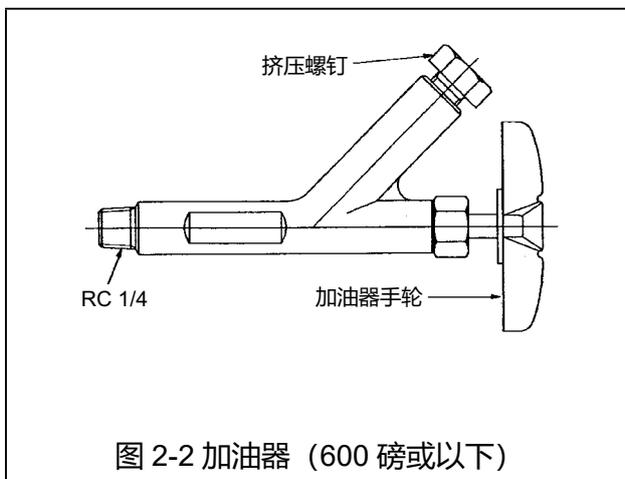

图 2-2 加油器 (600 磅或以下)
- (4) 如果阀门附带如图 2-2 所示的加油器，请检查阀盖部分是否已被润滑。若要进行润滑，请松开加油器手轮然后转动挤压螺钉。如果挤压螺钉很容易转动，请按照以下提到的润滑步骤加入润滑脂。(如果挤压螺钉转动起来很重，则说明已经加入了润滑脂。)